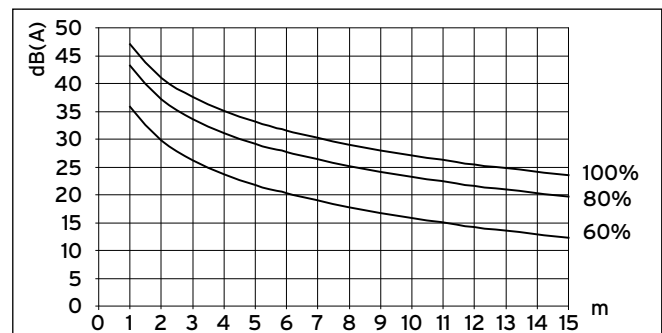

Abb. 6.1 Schalldruckpegel einer Außeneinheit in dB(A) in Abhängigkeit von der Entfernung und der Lüfterdrehzahl für VWL 62/3 S bei Freifeldaufstellung
- Wählen Sie die Einstellung so, dass die national gesetzlich geforderten Immissionswerte für Lärm außerhalb von Gebäuden eingehalten werden (→ **Abb. 6.1 bis 6.3 und Tab. 6.1**).